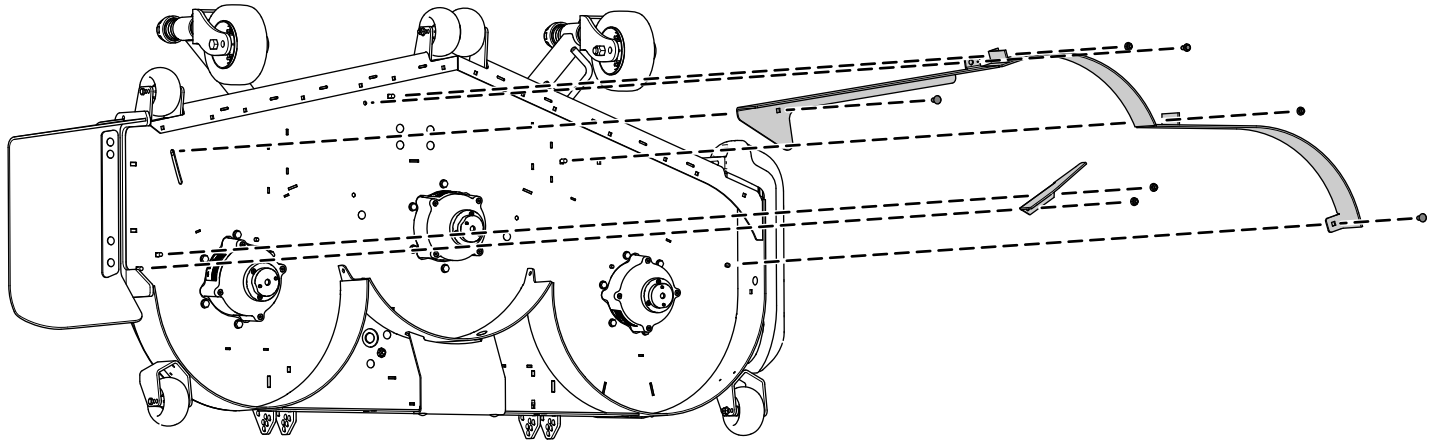

Figura 2
1. Rimuovete i 2 dadi flangiati che fissano in posizione i deflettori (Figura 2).
2. Rimuovete i 2 bulloni e i 2 dadi dal deflettore di flusso regolabile (Figura 2).
3. Rimuovete i 3 bulloni e i 3 dadi che fissano in posizione i deflettori (Figura 2).